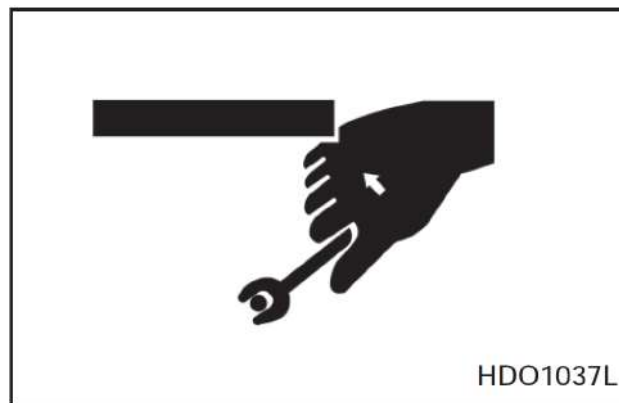

Рис. 24
- Не подавайте воду непосредственно на электронные компоненты (датчики, разъемы) (1, рис. 24). Попадание воды в электрическую систему ведет к аварии или неисправности.